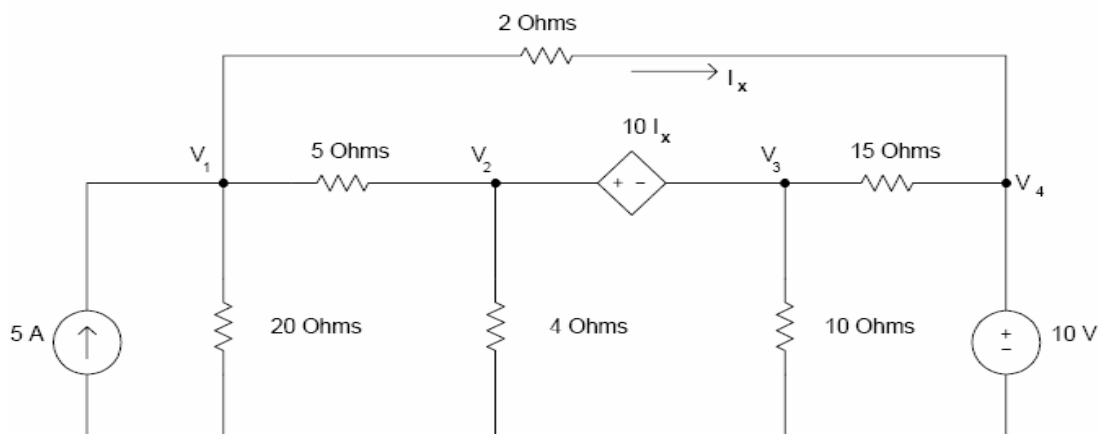

图 1.1 带独立源和非独立源的电路
求解图 1.1 电路的各节点电压
- 4、根据图 1.1 的电路图，放置相应的元器件和电源，执行 Place -> Part 命令或者